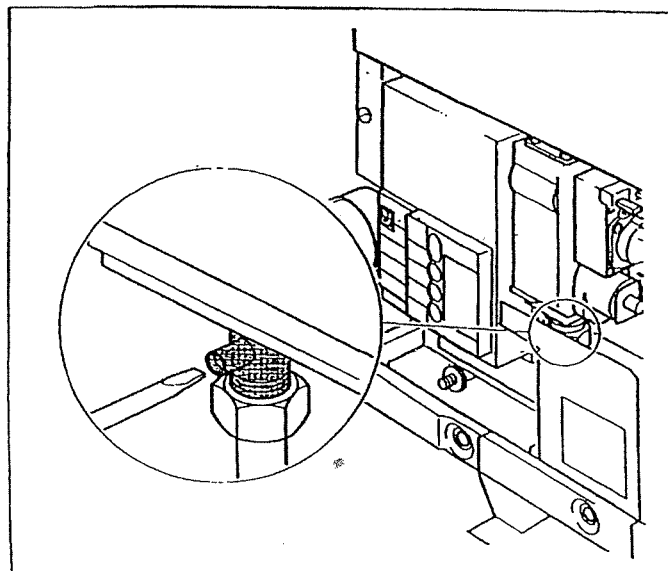

Fig. 25 Scarico dell'aria dal tubo di alimentazione gas
- ◆ Girare un po' la vite di chiusura del nipples di controllo (Fig. 25). Quando non viene fuori più aria, richiudere.